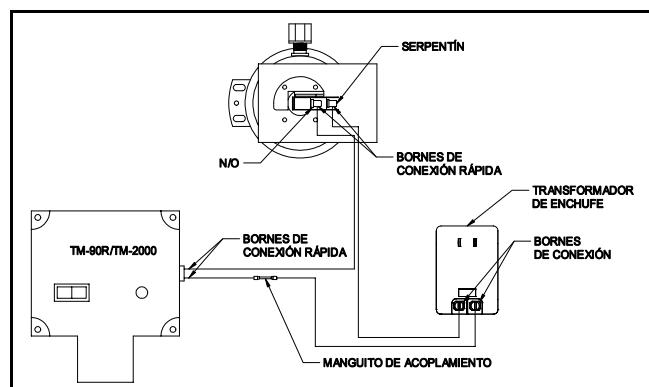

Figura 7
- Consulte el diagrama de cableado para determinar las conexiones correctas de los cables. Conecte todos los cables según se indica en el diagrama. Use la abrazadera de cables para asegurarse de que los cables no se aflojen del conmutador de presión. Coloque un nudo flojo en el cable dentro de la caja de empalme si es necesario. Asegure la tapa de la caja a la caja cuando haya completado la operación. (Ver Figura 7)